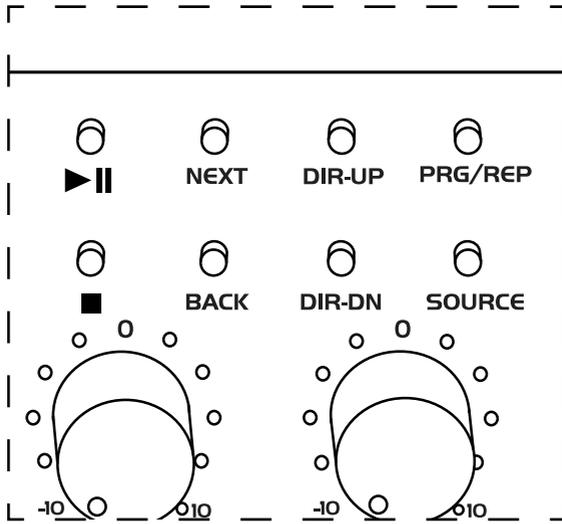

Fig.2
8. PULSANTI PER LA MODALITA' MP3/FM/AM: vedi tabella pag. 9 (fig 2)
8. BUTTONS FOR THE MODE MP3/FM/AM: see table pag. 9 (fig 2)